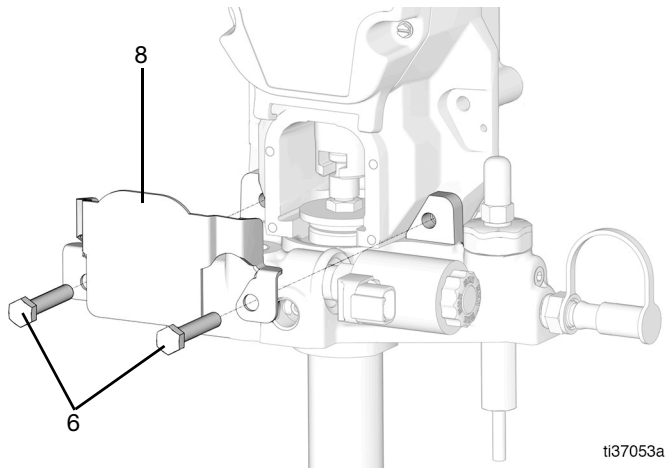

FIG. 71
31. Ponga la cubierta protectora (8) en su sitio y fíjela con los pernos (6) y tuercas (7) (no se muestran) (FIG. 71).